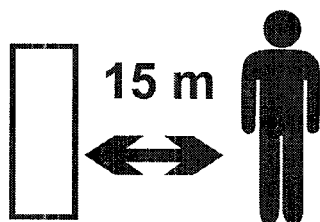

Fig. 1 – Alerta de seguridad, mantenga a las personas apartadas
- Utilice el equipo cuidadosamente y siempre mantenga a las personas y animales apartados del área de uso, Fig. 1, por lo menos a una distancia de 15 metros alrededor del soplador/aspirador.